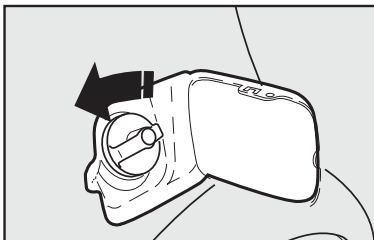

fig. 154
- Para algumas versões, segure a tampa e gire a chave no sentido anti-horário; prossiga girando a tampa **fig. 154** até o seu completo desalojamento;